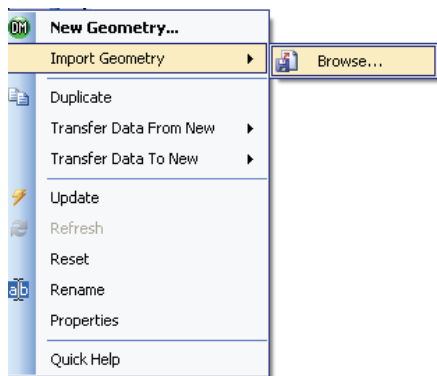
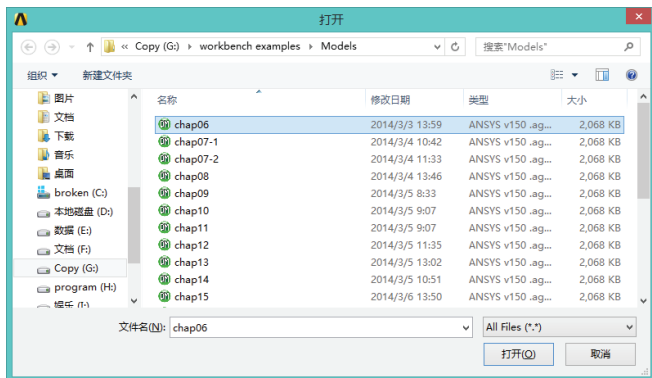

图 6-12 导入几何体
图 6-13 “打开”对话框
1) 在 A2 栏的 Geometry 上单击鼠标右键，在弹出的快捷菜单中选择 Import Geometry>Browse 选项，如图 6-12 所示，此时会弹出“打开”对话框，如图 6-13 所示。